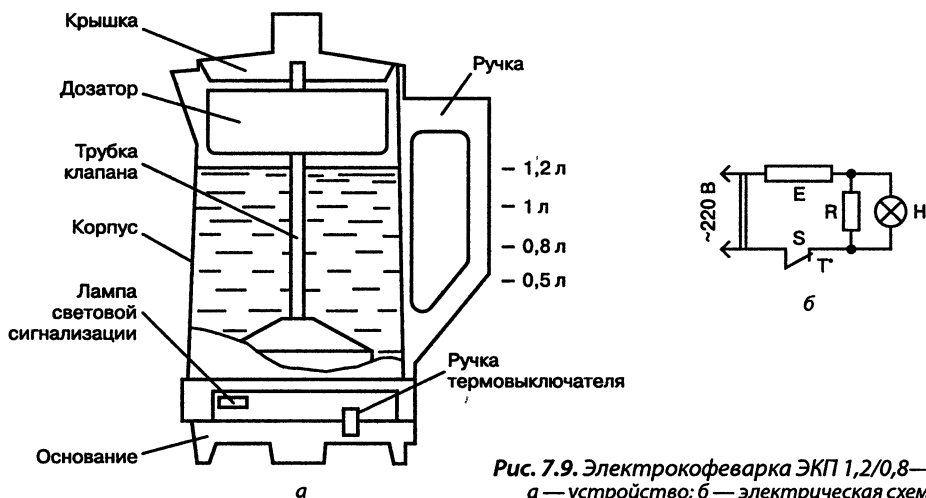

Рис. 7.9. Электрокофеварка ЭКП 1,2/0,8—220:
Электрокофеварка ЭКП 1,2/0,8-220 служит для приготовления кофе в домашних условиях. Корпус (рис. 7.9, а) электрокофеварки выполнен из нержавеющей полированной стали, крышка, ручка и основание — из пластмассы. Нагрев осуществляется ТЭНом, закрепленным на дне корпуса.
На рис. 7.9, б приведена принципиальная схема электрокофеварки, на которой обозначены: Е — трубчатый электронагреватель; Н — сигнальная лампа; R — резистор; S — термовыключатель.
**Принцип действия.** Для приготовления кофе следует налить воду в электрокофеварку до требуемого объема (0,5; 0,8; 1; 1,2 л), насыпать в дозатор молотый кофе из расчета не менее 5 г на 100 мл воды и равномерно распределить его. Закрывать дозатор (см. рис. 7.9, а) крышкой. Установить его на трубку клапана и, поместив внутрь корпуса, закрыть кофеварку крышкой.